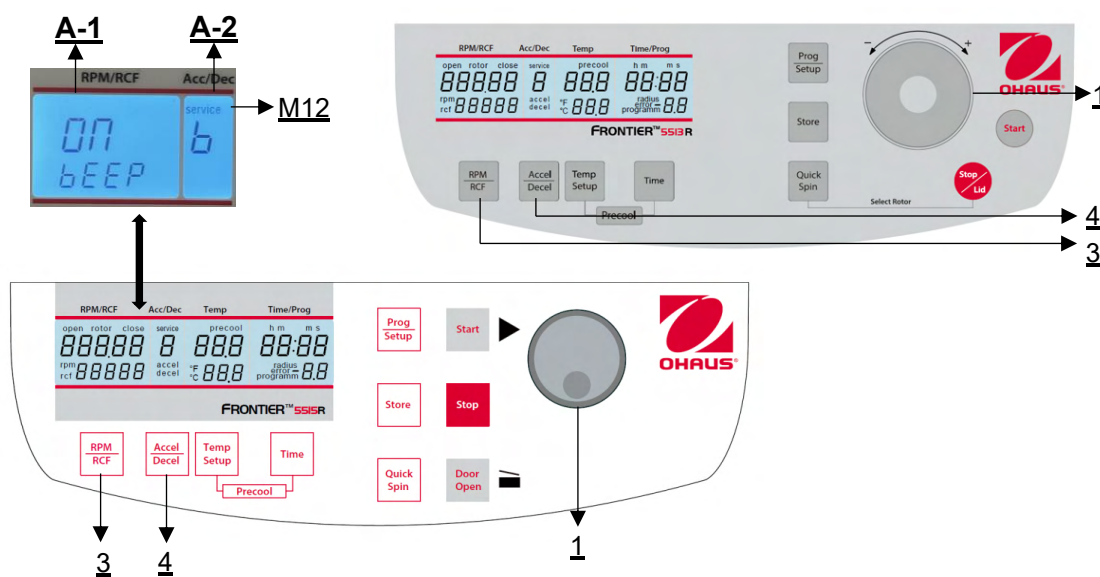

Abbildung 30
Gehen Sie wie unter Punkt 4.1.1 beschrieben vor, um in diesen Programmmodus zu gelangen und drücken Sie dann die Taste **"Accel/Decel"** (4). Im Display **"Acc/Dec"** (A-2) blinkt das Wort **"Service"** (M12). Wählen Sie nun mit dem Touch wheel (1) den Buchstaben **"b"** aus. Daraufhin erscheint in der Anzeige **"RPM | RCF"** (A-1) das Wort **"ON/BEEP"**. Nach Drücken der Taste **"RPM | RCF"** (3) können Sie mit dem Touch wheel (1) den Tastatursound (On) oder (Off) ein- bzw. ausschalten (siehe Abbildung 30).